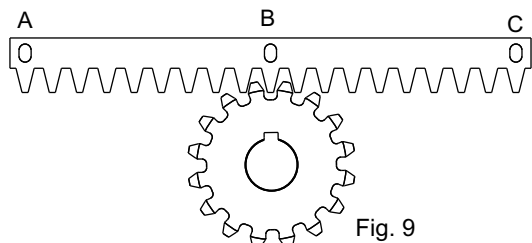
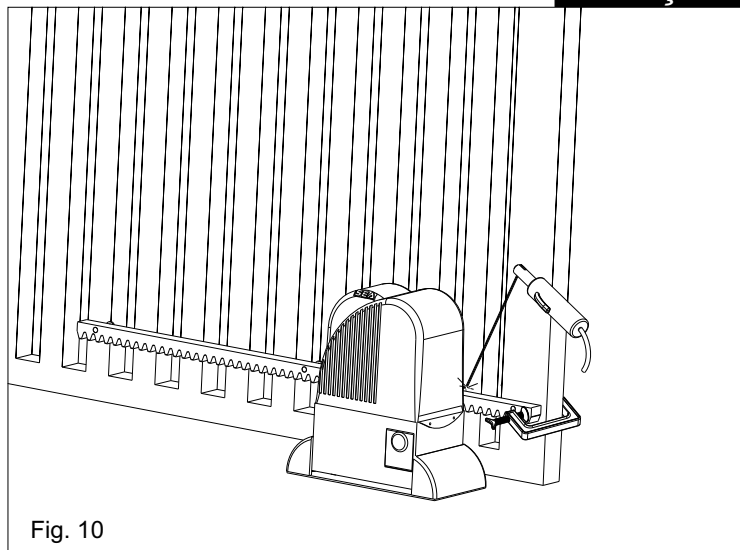

Fig. 9
Fig. 10
6.3. Suivant la figure 9, poser le premier élément de la crémaillère sur le pignon de façon qu'il résulte parallèle à la guide du pavé du portail et pointer par soudure l'entretoise "B" à la structure du portail (Fig. 10). Faire évoluer le portail jusqu'au point "C" et vérifier l'appui sur le pignon, pointer par soudure "C" puis idem pour "A";